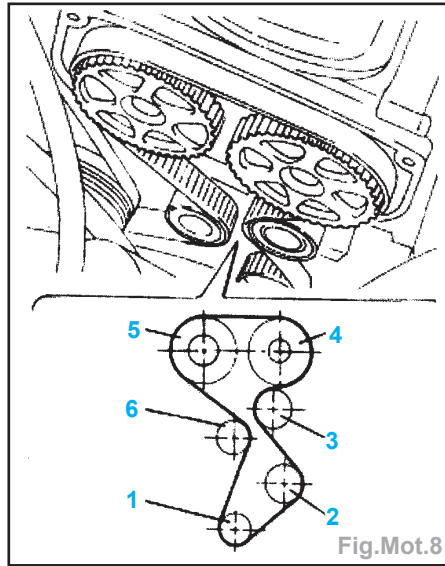

Fig.Mot.8
- Mettre en place la courroie de distribution dans l'ordre de (1 à 6) (Fig.Mot.8).